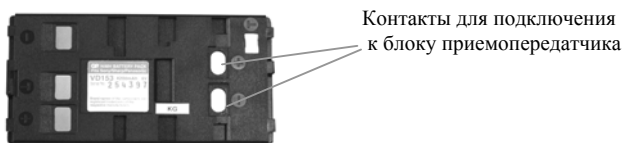

Рис.5 Вид на аккумулятор со стороны контактов.
Вид на аккумулятор со стороны контактов приведен на Рис.5.
- расположить аккумулятор над посадочным местом таким образом, чтобы над контактной группой блока находились контакты аккумулятора, показанные на рис. 5.